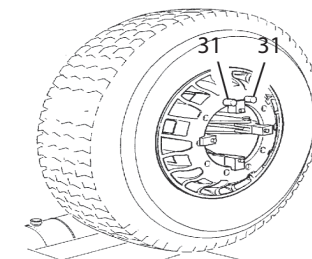

fig.27
Per il montaggio delle protezioni in nylon ved. fig. 26 mentre per il bloccaggio del cerchio fare riferimento alla fig.27.
N.B.: Per il montaggio e lo smontaggio dei pneumatici particolarmente difficili, è indispensabile posizionare i due fermi (31) (fig.27) sui fori del cerchio per evitare l'eventuale slittamento del cerchio sulle protezioni in nylon.
To mount the nylon protectors see fig. 26 and for rim locking follow the instructions in fig. 27.
N.B.: When mounting or demounting particularly difficult tyres it is essential to position the two catches (31, fig. 27) in the rim holes. This is to avoid the rim slipping on the nylon protectors.
Pour le montage des protections en nylon voir Fig. 26, tandis que pour le blocage de la jante il faut suivre les instructions de la fig. 27.
N.B. Pour le montage et le démontage des pneus particulièrement difficiles il est indispensable de placer les deux arrêts (31) (fig. 27) sur les orifices de la jante afin d'éviter le patinage de la jante sur les protections en nylon.
Für die Montage der Nylonschützer siehe Abb. 26; für die Felgenblockierung richten Sie sich stattdessen nach den Anleitungen wie auf Abb. 27.
Beachten Sie bitte: Für das Aufziehen und Abnehmen von besonders schwierigen Reifen müssen unbedingt zwei Blockierer auf die Löcher des Felgens gesetzt werden (Abb. 27) (31), um ein eventuelles Verrutschen des Felgens auf den Nylonschutzvorrichtungen zu vermeiden.
Para el montaje de las protecciones de nylon véase la Fig.26, mientras que para el bloqueo de la llanta hay que seguir las instrucciones de la Fig.27.
N.B: Para montar y desmontar los neumáticos particularmente dificultosos, hay que colocar los dos afanzadores (Fig. 27) (31) sobre los orificios de la llanta, para evitar el deslizamiento de la llanta sobre las protecciones de nylon.